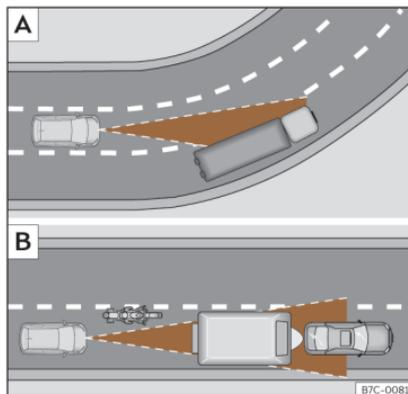

Fig. 162 **A** Veicolo in curva. **B** Motociclista che circola anteriormente fuori dal raggio d'azione del sensore radar.
L'ACC potrebbe non rilevare il veicolo che precede in una curva o potrebbe regolare la distanza con veicoli che si trovano su altre corsie»» fig. 162 [A].
- Veicoli che circolano disallineati o al di fuori del raggio di rilevamento del sensore, ad esempio motocicli.»» fig. 162 [B]